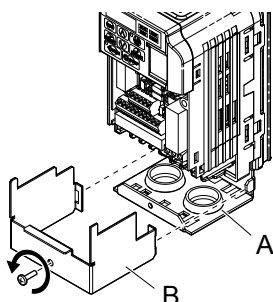

Abb. 8.11 Entfernen der Klemmenabdeckung bei einem NEMA Typ 1-Frequenzumrichter
2. Schraube an der Klemmenabdeckung (**Abb. 8.11, B**) lösen, um die Klemmenabdeckung zu entfernen und Kabelrohr-Halterung freilegen (**Abb. 8.11, A**).